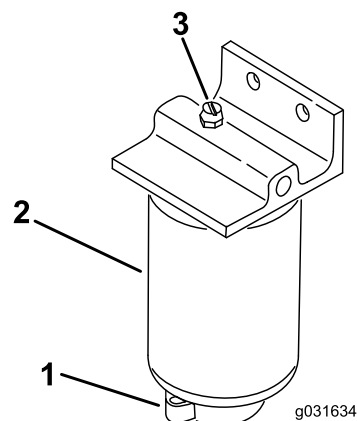

図 49
2. フィルタ容器 図 49 下部のドレンプラグをゆるめて水や異物を流し出す。